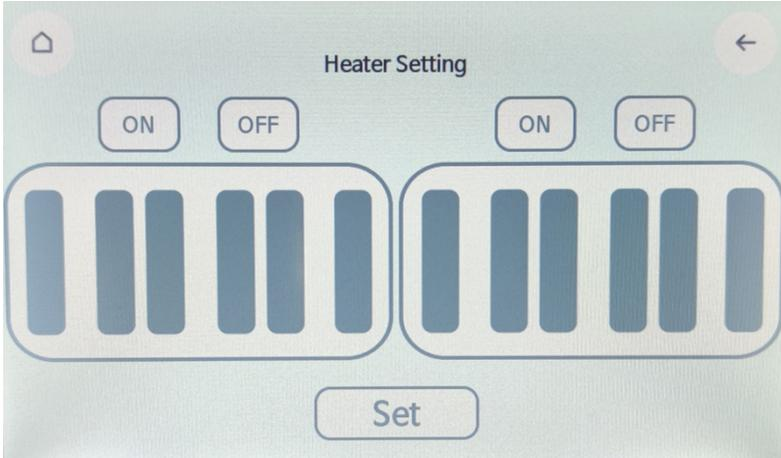

Abbildung 13. Menü „Heater Settings“ (Heizungseinstellungen) der Touchscreen-Bedienoberfläche des IndiMag 48s.
4. Stellen Sie sicher, dass im Menü „Heater Settings“ (Heizungseinstellungen) **alle Heizelemente ausgeschaltet sind**. Die Elemente im Plattenlader sollten ausgegraut dargestellt werden (siehe Abbildung 13 unten). Tippen Sie auf „Set“ (Einstellen), um das Menü „Run“ (Lauf) zu öffnen.